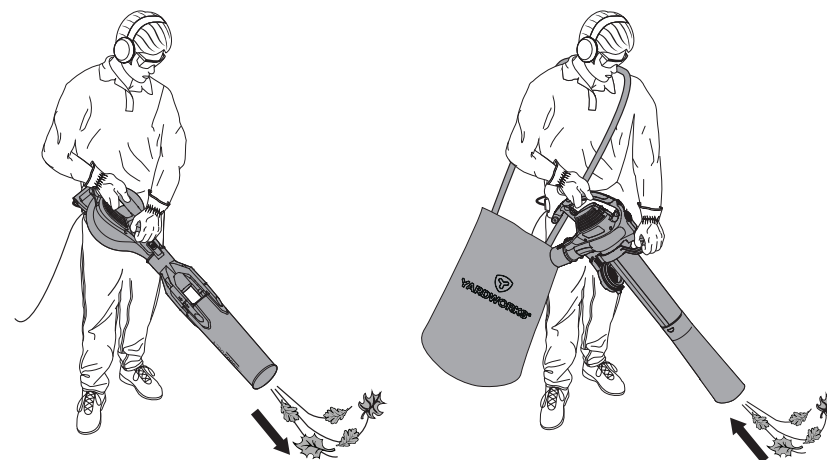

Fig. 9
- Pendant le fonctionnement, tenez l'appareil avec une main sur la poignée du boîtier et l'autre sur la poignée supplémentaire. (Fig. 9)